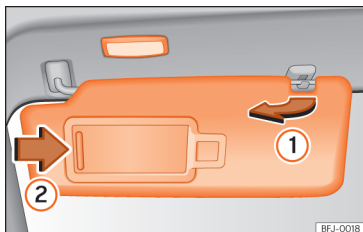

Fig. 112 Pala do sol.
- A pala do sol pode ser puxada para fora da fixação e ser virada para a porta »» **Fig. 112 ①**.